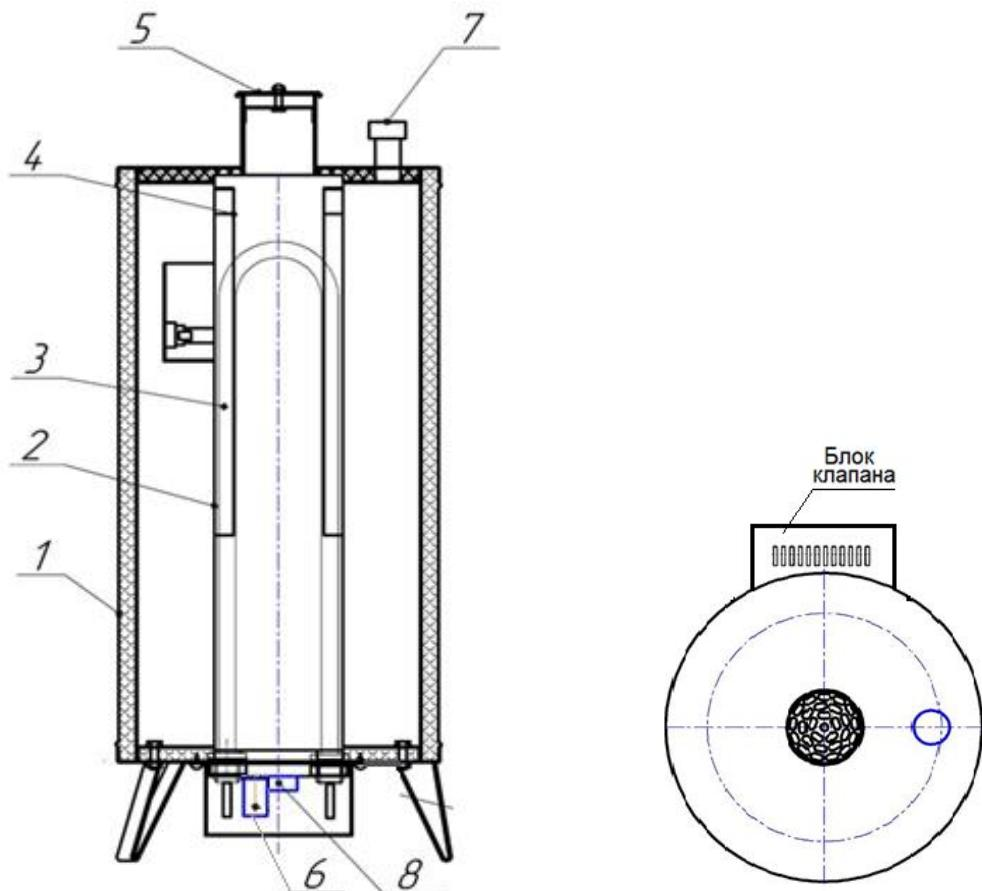

Рис.1 Устройство Автономного ЭГПП 2,25 кВт
1.4.1 Устройство АЭГПП представлено на рис .1,2.Через теплоизолированную емкость для воды (поз. 1 рис.1,2) проходит канал коробчатого сечения (поз. 2 рис.1,2), в котором установлены ТЭНы (поз. 3 рис.1,2). Нагрев воды до состояния кипения происходит за счет передачи тепла через стенки канала от ТЭНов к воде. Внутри канала имеются паропроводящие короба (поз.,4 рис.1,2), по которым пар подается в нижнюю часть канала, где смешивается с воздухом, поступающим в канал снизу. За счет конвективных потоков паровоздушная смесь устремляется вверх, нагреваясь до температуры 300-330С выбрасывается в помещение через форсунку (поз.5 рис.1,2). Заполнение емкости водой осуществляется через шланг (поз. 6 рис.1,2). К электрической сети АЭГПП подключается через клеммную колодку (поз.8 рис.1,2).
1.4.3 Обеспечение Устройства водой осуществляется от внешней системы водоснабжения через заливной шланг (поз.6 рис. 1,2), расположенный на задней стенке Устройства под съемным кожухом. Слив воды осуществляется через штуцер с заглушкой, расположенный там же.